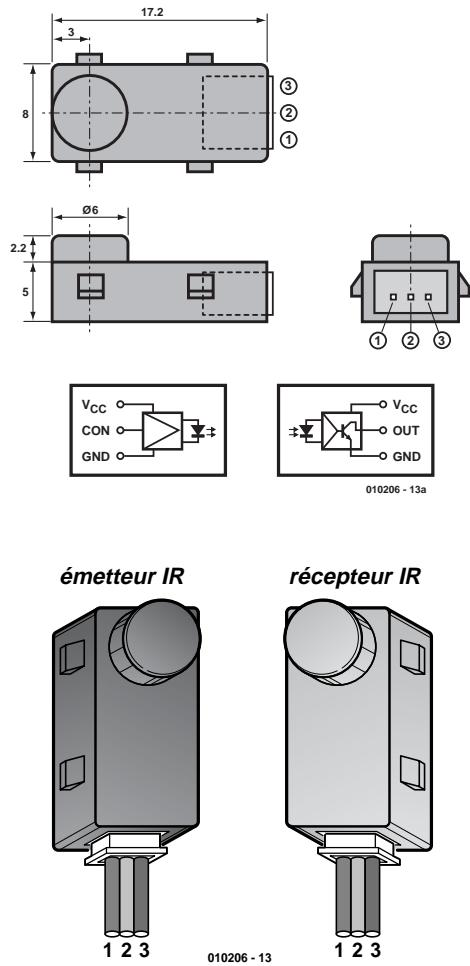

Figure 3. Brochage de la combinaison émetteur/récepteur.
- Ces modules, dont on retrouve le brochage en **figure 3**, peuvent être utilisés en tant que détecteur de présence de papier, capteur d'écartement en mode réflexion, servir dans les installations d'alarme, les systèmes de comptage et d'enregistrement, voire comme détecteurs de présence. L'aspect préfabrication des composants optiques permet de réaliser des montages rapides, au prix abordable et surtout, aspect très important, reproductibles. Les câbles de liaison proposés comme accessoires sont eux aussi très importants sachant qu'il est très difficile de souder soi-même un câble aux pattes minuscules dont est doté le boîtier.
De par la mise en oeuvre d'un microcontrôleur programmé permet de réaliser un montage bien compact. L'électronique des **figures 3** et **4** se résume en fait à nos 2 barrières lumineuses, un affichage LCD, 4 touches et le microcontrôleur proprement dit. Le microcontrôleur utilisé ici nous vient de l'écurie Philips et fait son apparition de plus en plus souvent ces derniers temps : il s'agit d'un 87LPC762 de type 3 L (*Low power, Low price et Low pin count*) basé sur l'architecture éprouvée du 8051; il est cadencé à une fréquence de 6 MHz requise par les calculs intensifs et la résolution chronologique recherchée. Il possède ainsi une durée de cycle de 1  $\mu$ s.